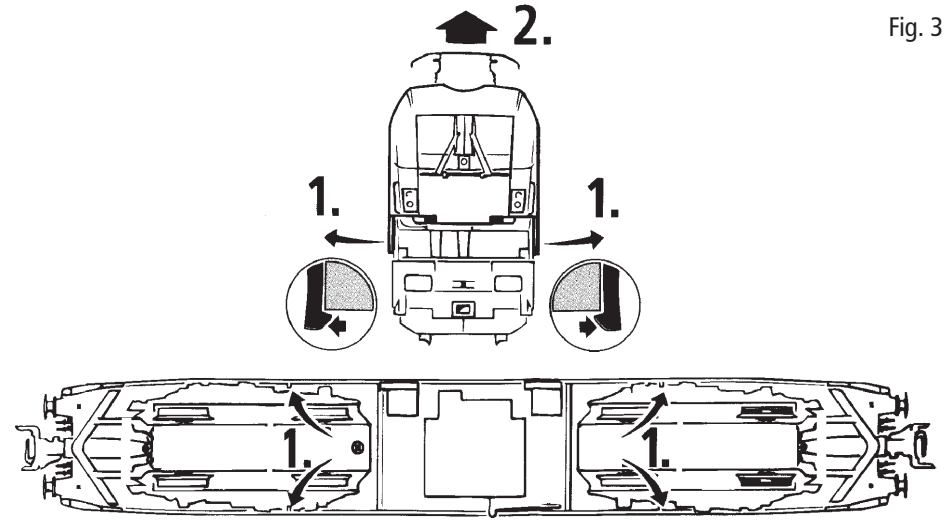

Fig.4
**1. Reinigung der Radstromkontakte:** Radstromkontakte können auf unsauberen Schienen leicht verschmutzen. Entfernen Sie **vorsichtig** mit einem kleinen Pinsel **den Schmutz** an den in Fig. 4 gekennzeichneten Stellen. Dazu zuerst den Getriebedeckel abnehmen (Fig. 8).
**1. Nettoyage des lames de courant aux roues:** Les lames de contacts risquent de s'encrasser rapidement sur des voies poussiéreuses. Veuillez **enlever la poussière** aux endroits marqués à la fig. 4 à l'aide d'un petit pinceau souple. A ces fins démontez d'abord le bogie (fig. 8).
**2. Graissage:** N'appliquez **qu'une toute petite goutte** aux endroits indiqués par le plan de graissage (fig. 6) après avoir démonté la caisse de la locomotive (fig. 4). Nous vous recommandons **le graisseur à huile Roco réf. 10906**. Pour graisser les engrenages (roues dentées, vis sans fin) nous vous conseillons la **graisse spéciale Roco réf. 10905** pour engrenages en matières synthétiques. Lorsque vous utilisez cette graisse il faut éviter d'huiler ces composants.
**1. Cleaning of wheel contacts:** Wheel contacts easily get dirty on tracks which are not entirely clean. Use a small brush to **remove dirt** from spots marked in fig. 4. Prior to cleaning the contacts dismantle the bogie (fig. 8).
Fig.4 a